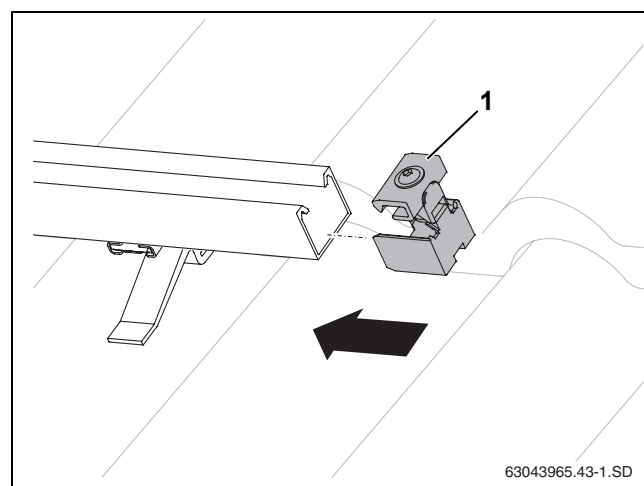

Fig. 37 Deslizar el tensor unilateral del captador
- Deslice el tensor unilateral del captador (Fig. 37, [1]) en los perfiles guía del extremo derecho del campo de captadores hasta que encaje en el primer orificio ovalado del perfil guía.